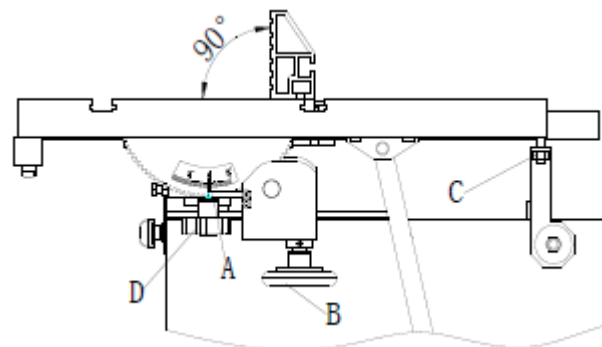

Рис. 13
2. Отрегулировать направляющую пилы, как показано на рис. 13. Ослабить рукоятку (B), переместить керамическую прокладку, отрегулировать полотно пилы так, чтобы оно располагалось
Прежде всего необходимо ослабить рукоятку (D) поворотом против часовой стрелки (B), установить указатель на 0°, затем привести в соответствие с угловой шкалой для измерения, обеспечивая прямолинейность по стороне, при этом угол опорной плиты составляет 90°, при несоответствии может потребоваться регулировка, если шкала с указателем совпадает с угловой шкалой, затянуть винт (C) после фиксации рукоятки (D), как показано на рис. 13.